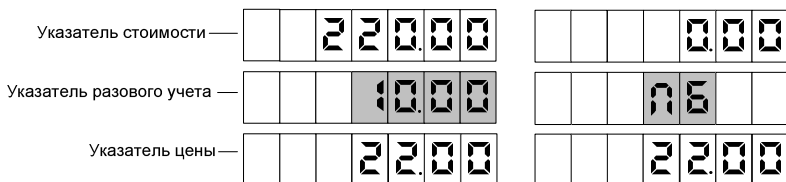

Рисунок 7
8.2 Для выдачи топлива необходимо задать дозу с системы управления. Когда устройство будет готово к отпуску топлива, в средней строке табло мигающими символами отобразится величина *заданной* дозы, а в случае отпуска "до полного бака" – символы "ПБ" (рисунок 7). Это дает клиенту удобный способ определить, когда можно начать заправку, а также убедиться, что задано именно то количество топлива, которое он заказывал. Для запуска налива необходимо снять раздаточный кран или подать команду "Пуск" с системы управления, после чего значения стоимости и объема на табло обнуляются. С этих пор на табло отображается *отпущенная* на текущий момент доза.